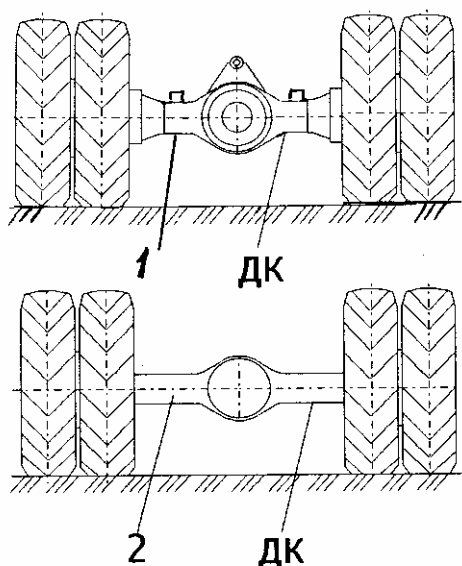

Рис. 9 Места для установки домкратов и подставок
7. Установите под картеры переднего и заднего мостов экскаватора подставки (рис. 9) так, чтобы колеса не касались земли; опустите рабочее оборудование на землю, не допуская возможности самопроизвольного сдвига его в период хранения под действием собственного веса; старайтесь максимально втянуть штоки внутрь гидроцилиндров, чтобы уменьшить коррозию штоков.